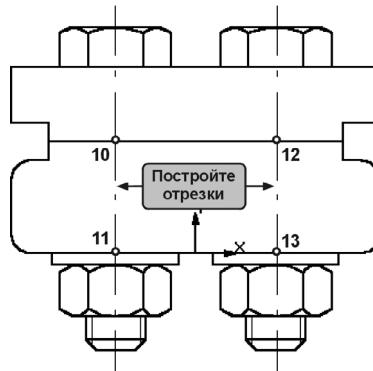

Рис. 39.35. Построение осевых линий
- Восстановите осевые, построив два отрезка 10–11 и 12–13 стилем линии *Осевая* (рис. 39.35). Используйте команду **Отрезок**.